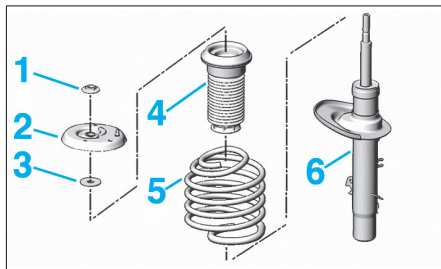

FIG. 14
- l'écrou (1) (Fig.14).
- l'ensemble du support (2).
- la rondelle (3) et l'ensemble (4).
- Décompresser le ressort (5).
- Déposer le ressort et l'amortisseur (6).